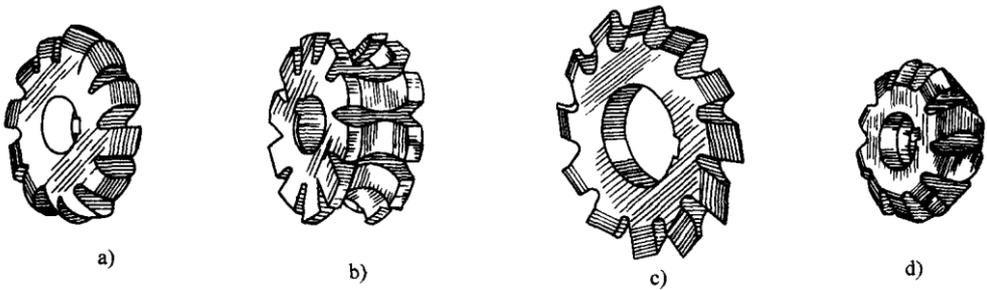

图 a-25 铣特形面用铣刀
3) 铣削特形面用铣刀主要有凸、凹半圆铣刀、特形铣刀、齿轮铣刀等，见图 a-25。